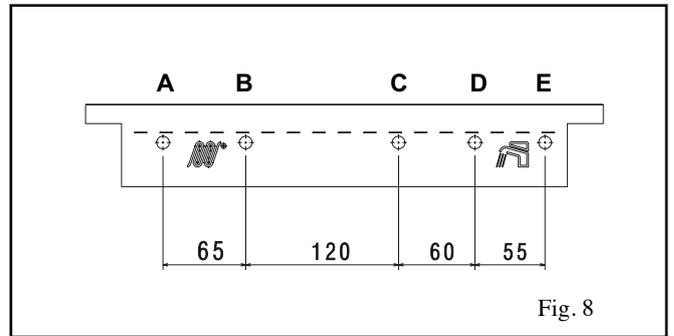

Fig. 8
10. 燃气连接 (Fig.8)
11. 水系统连接 (Fig.8)
水力系统连接参考 (Fig.8)